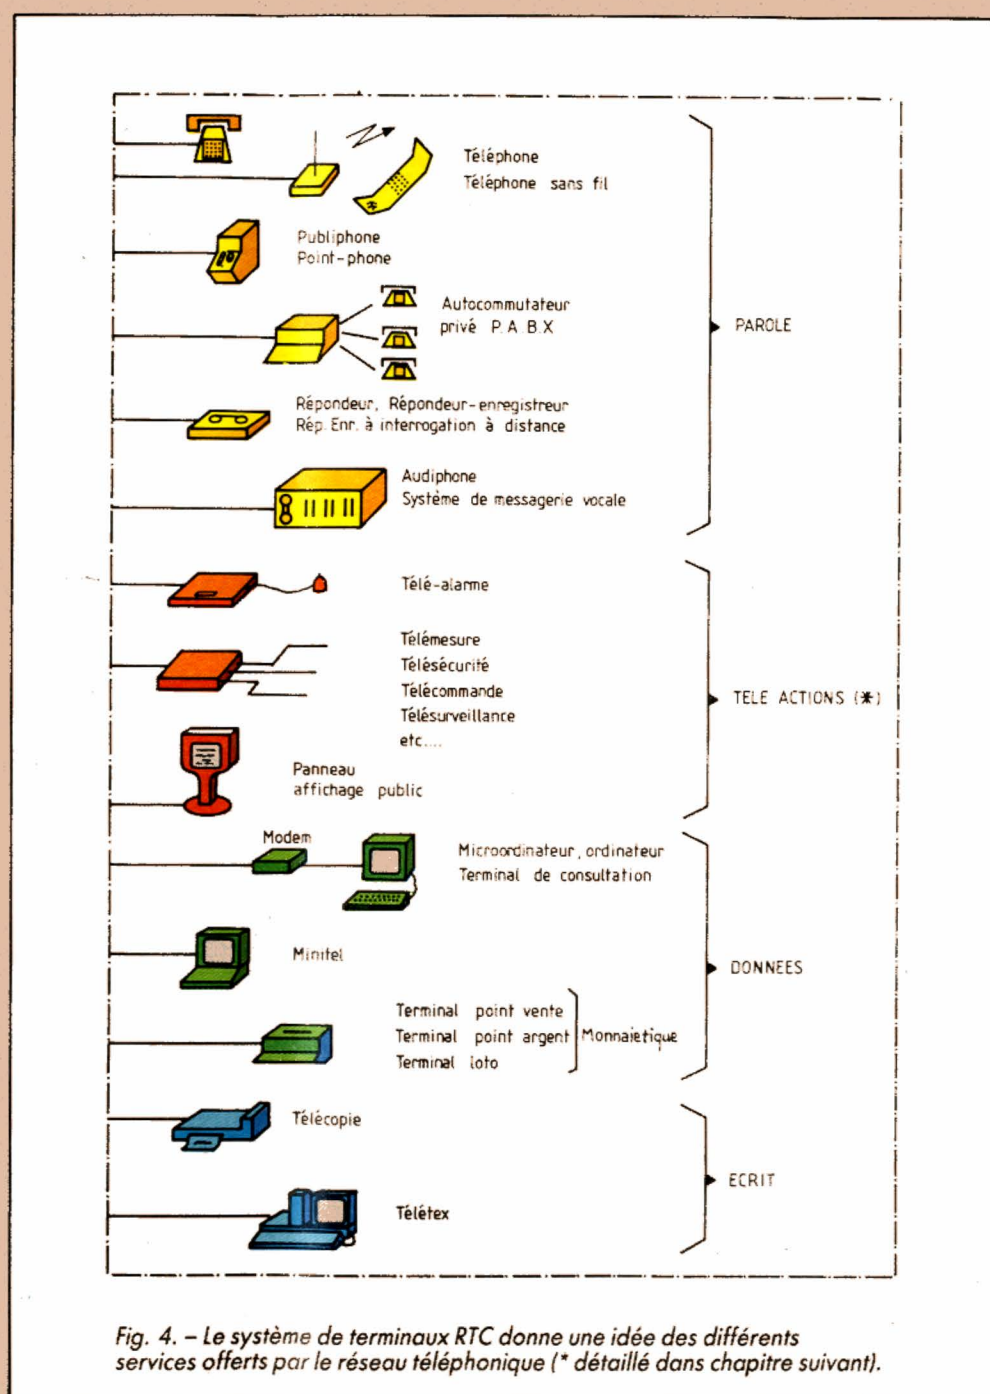

Fig. 4. - Le système de terminaux RTC donne une idée des différents services offerts par le réseau téléphonique (* détaillé dans chapitre suivant).
- système de terminaux (voir fig. 4)